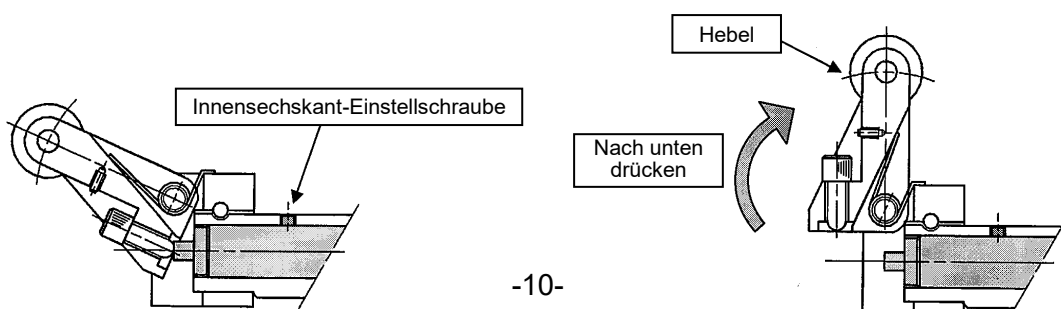

Abb. 11
- ① Lösen Sie die Innensechskantschraube (M3) an der Kolbenstange um etwa eine Umdrehung, und drücken Sie den Kipphebel nach unten. (Siehe Abb. 11)